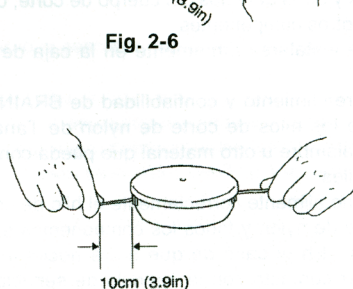

Fig. 2-8
11. Die anfängliche Schnurlänge sollte auf beiden Seiten etwa 10cm sein. Kürzen Sie die Schnur ggf. entsprechend. Wenn weniger als 10cm Schnur herausragen, reicht die Zentrifugalkraft nicht für automatische Zuführung aus. (Fig. 2-8)